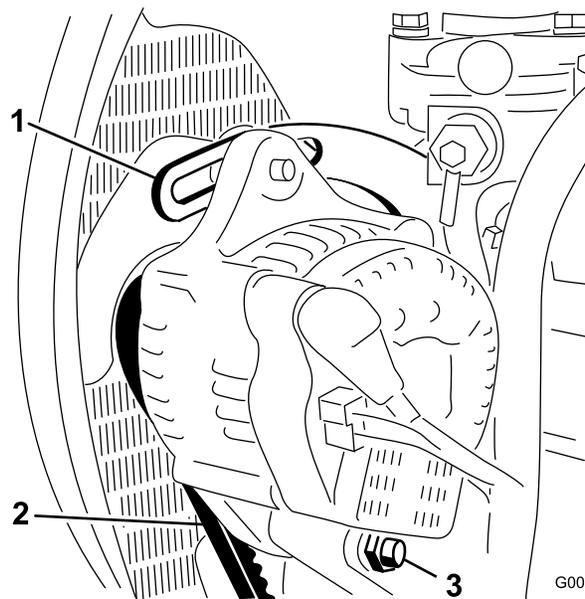

図 115
3. オルタネータ側プーリとクランクシャフト側プーリ間の中央部でオルタネータベルト **図 115** を指で 10kg 程度の力で押してベルトの張りを点検する。
4. オルタネータをブレースに固定しているボルトと、オルタネータのピボットボルトをゆるめる **図 115**。